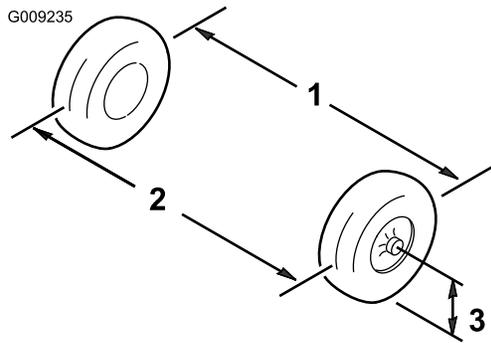

Bild 38
- Messen Sie den Abstand zwischen beiden Vorderreifen auf Achshöhe (an der Vorder- und Rückseite der Vorderreifen) (Bild 38).